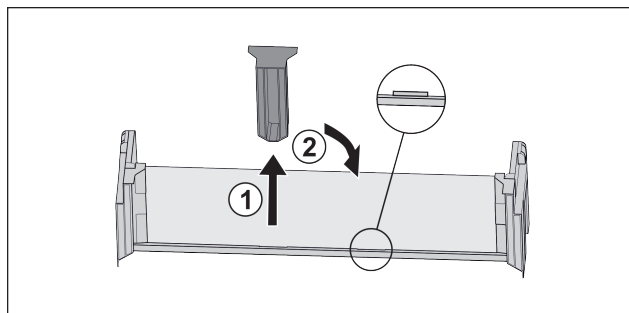

Fig. 76
- ▶ Wyciągnąć środkowy element trzymający Fig. 76 (1).
- ▶ Włożyć środkowy element trzymający na środkowej pozycji Fig. 76 (2).